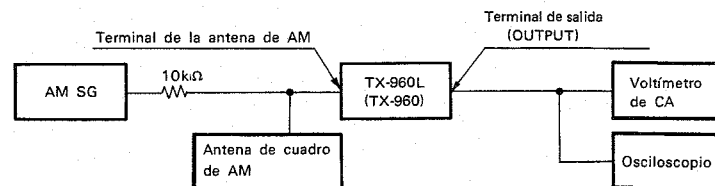

Fig. 11-2 Diagrama de conexión de ajuste de AM
- Conecte como es indicado en la Fig. 11-2.
- Oprima la tecla AM (LW) para fijar el modo AM (LW).